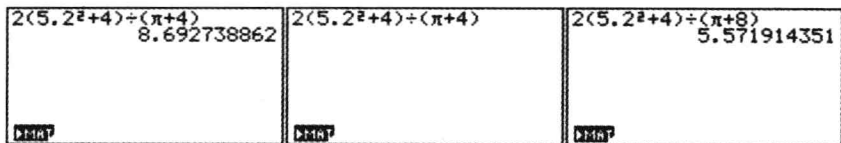

图 1-6 [例 1-1]的操作过程
[解] 按(MENU) (1)键进入 RUN·MAT 模式;按(AC) 2 ((5.2 (X²) (+) 4 () (÷) ((SHIFT) (π) (+) 4 () (=)键,计算出第一个表达式的值,结果见图 1-6 左图所示;按(←)键重演表达式,光标位于最近输入的表达式尾部,按(←) (→)键移动光标到数字 4 处,按(=) (INS)键将光标设置为覆盖模式,按(8)键将数字 4 修改为数字 8,按(=)键计算出第二个表达式的值,结果见图 1-6 右图所示。